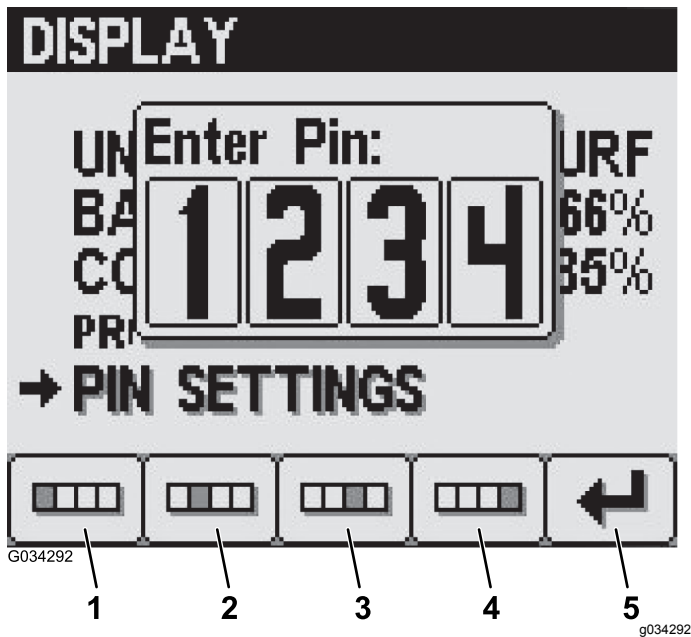

Figure 30
2. Saisissez votre code PIN à 4 chiffres au moyen des touches 1 à 4 puis appuyez sur la touche 5 pour entrer le code PIN dans l'InfoCenter (Figure 30).
4. Sur l'écran de Saisie de l'ancien code PIN, saisissez votre ancien code PIN au moyen des touches 1 à 4 puis appuyez sur la touche 5 pour entrer le code PIN dans l'InfoCenter (Figure 30).